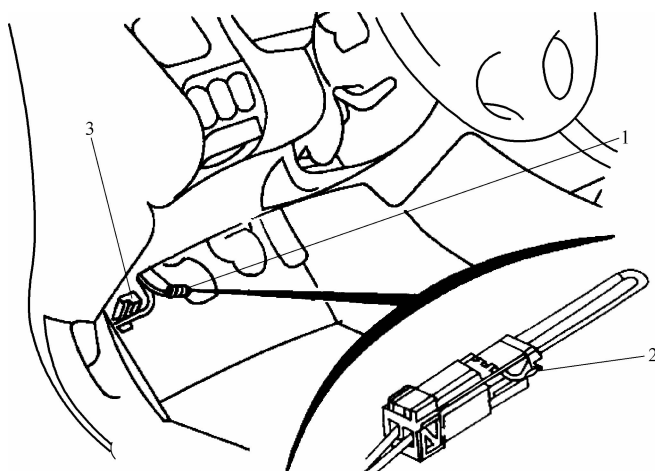

图 2-4 广州本田故障码读取方法
b. 用专用短路插接器 SCS 或导线连接 2 端子诊断座（广州本田诊断座位于仪表板下方，如图 2-4 所示）。